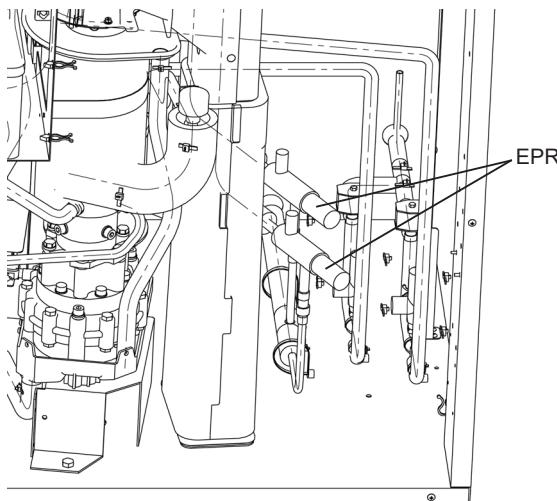

Abb. 8
- 1) Wenn der Saugdruck in der Verflüssigereinheit 0,10 MPa (1,05 bar) übersteigt, den EPR (Verdampfungsdruckregler) aus der Saugleitung entfernen. Siehe Abb. 8.